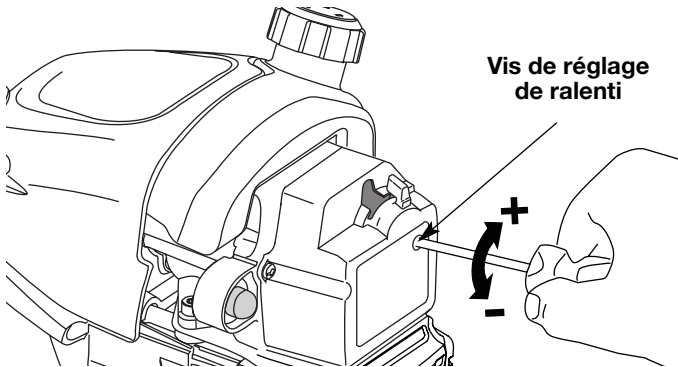

Fig. 30
Le régime ralenti du moteur est réglable par le couvercle du filtre à air/silencieux (Fig. 30).
2. Relâchez le levier d'accélérateur et laissez le moteur au ralenti. Si le moteur s'arrête, insérez un petit tournevis à embout cruciforme ou à tête plate dans le trou du filtre à air/couvercle du silencieux (Fig. 30). **Vissez** la vis de ralenti de 1/8 de tour à la fois (selon le besoin) jusqu'à ce que le moteur se mette bien au ralenti.